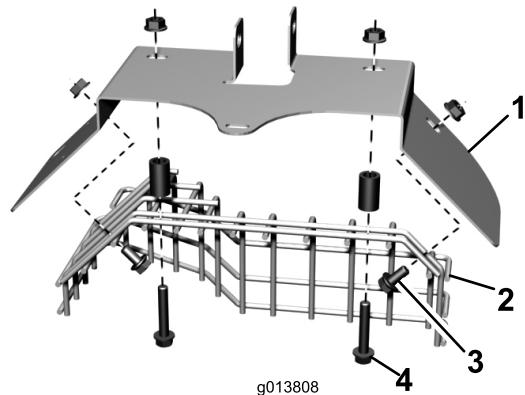

図7
10. 一番上の穴2つを使って、新しいマフラ・シールドを既存のマフラ・シールドに仮止めする；フランジ・ヘッド・ボルト2本と、スペーサとフランジ・ナットを使用する。ボルト・ナット類は図7のように組み付ける。
11. 外側の穴を使って、マフラ・シールドを排気シールドに仮止めする；外してあったフランジ・ヘッドねじ2本とフランジ・ナットを使用する。ねじ類は図7のように組み付ける。ねじを本締めしてシールドを固定する。